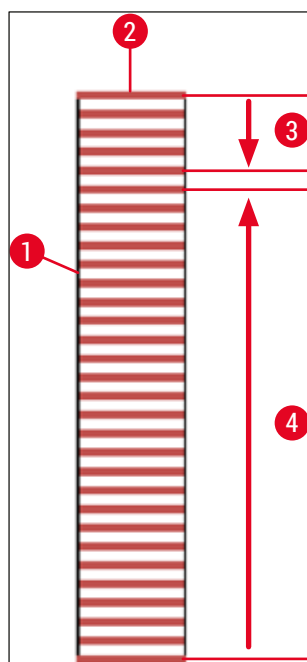

Bild 74
För att förhindra att objektglasen torkar ut under bearbetningen, appliceras alltid täckglasen först på de första fem objektglasen. Därefter flyttas racket uppåt och täckglasappliceringen fortsätter med det sista objektglaset i racket (→ Bild 74).
- Den schematiska bilden (→ Bild 74) av ett rack (→ Bild 74-1) med isatta objektglas (→ Bild 74-2) visar hur ordningsföljden ser ut vid bearbetningen.